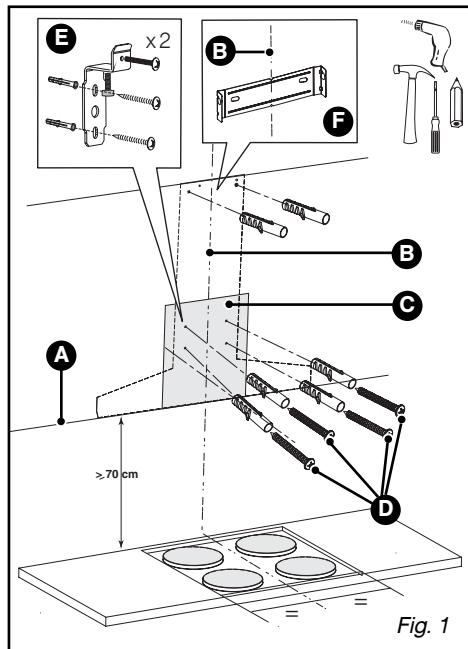

Fig. 1
- Tracciare un segno verticale (B/Fig.1) sul muro, centrato rispetto al piano di cottura e che parte dal soffitto e arriva al segno orizzontale precedente (A).
- Posizionare la sagoma C (Fig.1) sul muro sovrapponendo il tratto che rappresenta l'asse della cappa al tratto verticale B (Fig.1) tracciato in precedenza.
- Posizionare il supporto camino F (Fig.1) in appoggio sul soffitto e posizionare le tacche sull'asse B.